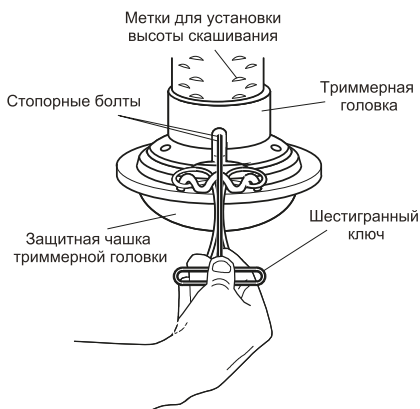

Рис.9
1. Используя шестигранный ключ, ослабьте 2 стопорных болта (Рис. 9).